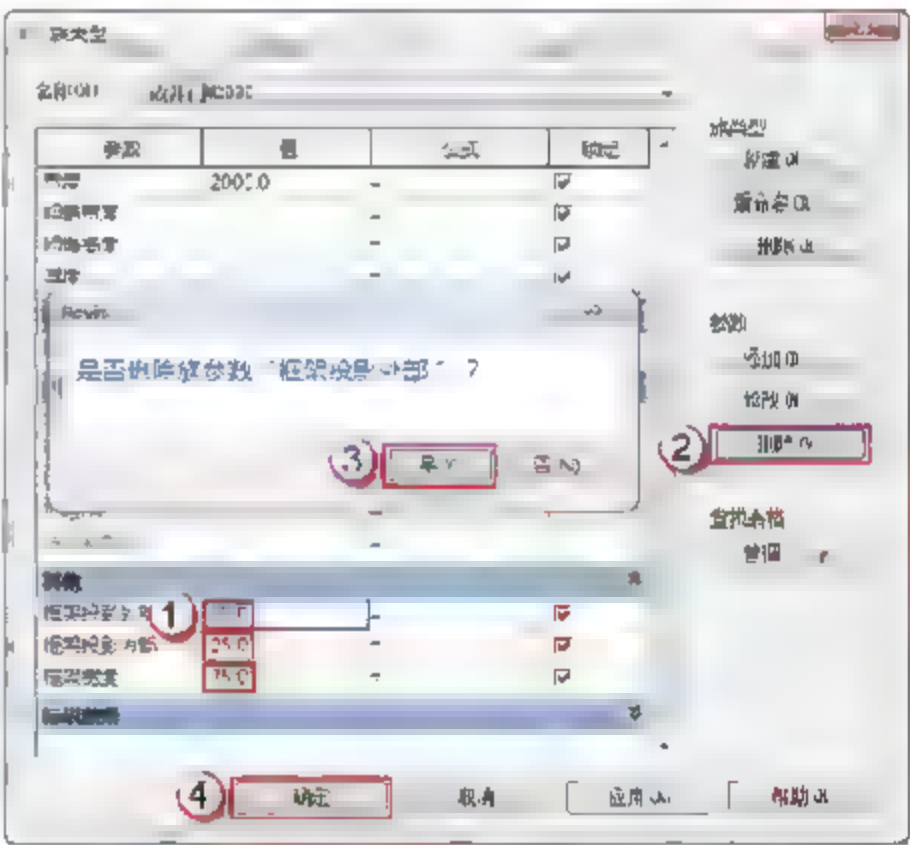

图 6.1.122 删除多余参数
(5) 删除多余参数。继续在“族类型”对话框中，单击“其他”栏下的“框架投影外部”参数，单击对话框右侧“参数”下的“删除”按钮，弹出对话框，单击“是”按钮。重复上述步骤，将“框架投影内部”和“框架宽度”两个无效参数删除。最后单击“确定”按钮，结束“族类型”编辑，如图 6.1.122 所示。